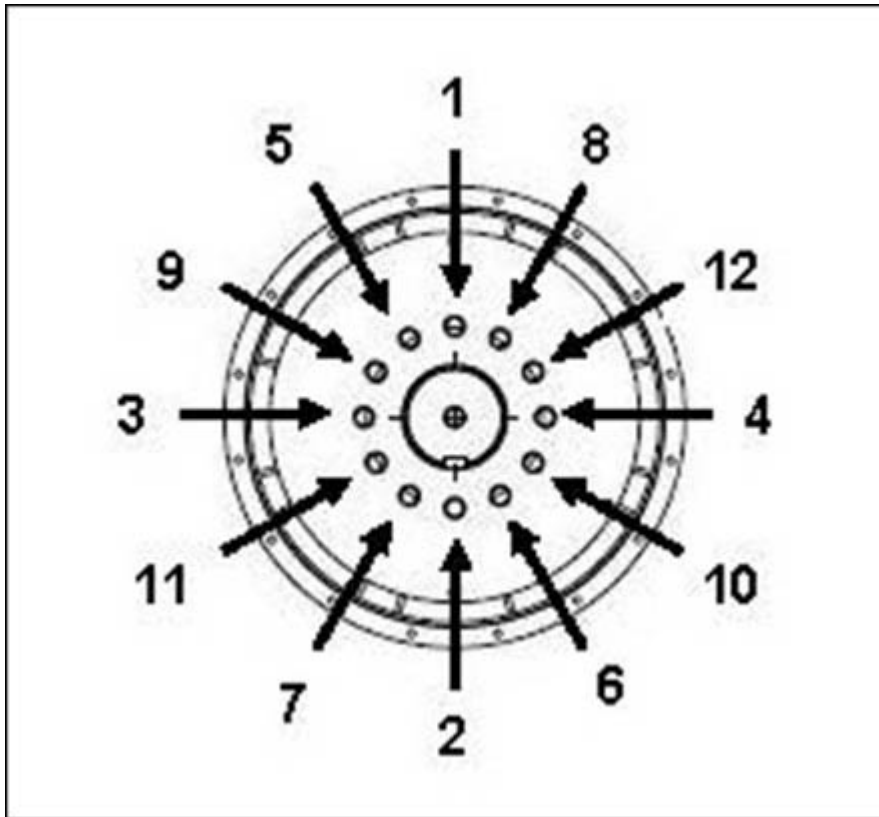

図 15. ハブへの固定手順
4. 必要に応じて、表示の順番でカップリング ディスク ボルトを締め付けます 図 15 ページ 29。